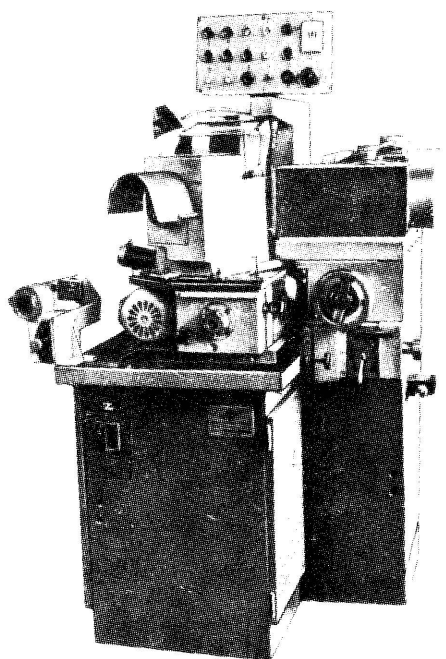

Рис. 1. Общий вид станка ЗЕ653
1.1. Полуавтоматы заточные для сверл, зенкеров и метчиков ЗЕ653 и ЗЕ659 (рис. 1, 2) предназначены для винтовой заточки сверл, трех- и четырехперых зенкеров и метчиков с правым и левым направлением винтовых канавок, ступенчатых сверл, а также для подточки поперечной кромки у правых и левых сверл из быстрорежущих сталей и твердого сплава абразивными и алмазными кругами из эльбора. Полуавтомат ЗЕ659 выполнен на базе основной модели ЗЕ653 с максимальной унификацией, имеет одинаковую кинематическую схему с ним.